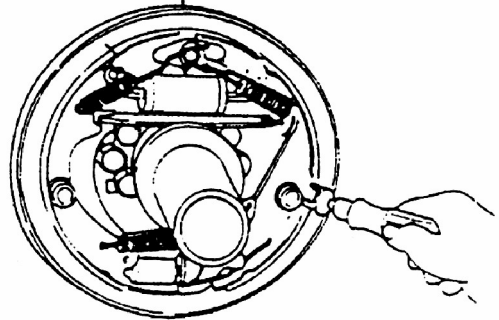

Figura 9-17
(1) Retire el pasador de bloqueo, la palanca de ajuste, el ajustador y el resorte de la zapata secundaria. (Figura 9-17)